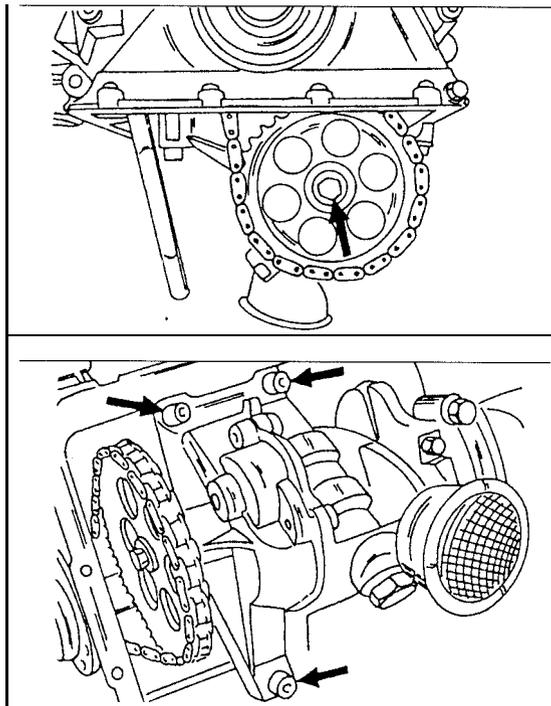

Bild 179
- Die in der Mitte des Kettenrades in Bild 179 gezeigte Schraube lösen und das Kettenrad mit der Kette von der Pumpenantriebswelle herunterziehen.